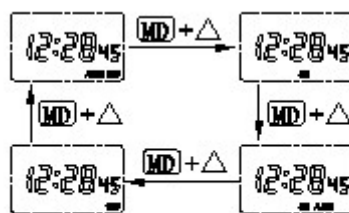

图13 时控开关手动/自动设定流程图
4.4 在解锁状态下同时按下“MD”和“△”键可切换手动/自动状态。连续按该组合键，屏幕右下角依次显示“OFF”、“AUTO OFF”、“ON”、“ON AUTO”，如图18所示。当运行过程中需要手动开、关电路时，可通过该组合键使开关状态调到开（ON）、关（OFF）；若时控开关需要根据设置时间自动工作，当前状态需要开的调整到“ON AUTO”位置，当前状态需要关的调整到“AUTO OFF”位置，这样时控开关才能按设定的时间工作，实现自动控制。操作流程见图13。